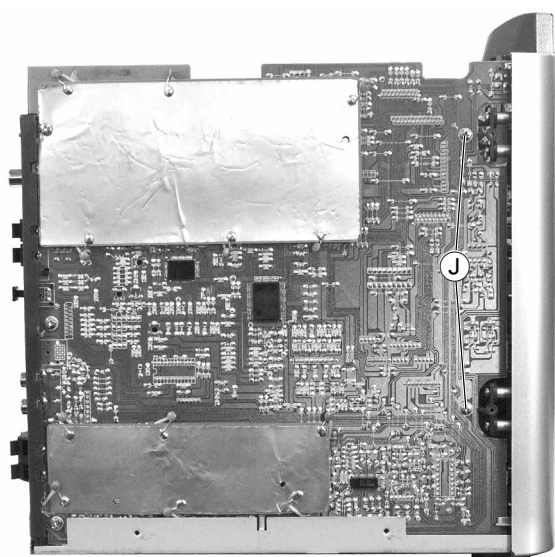

Fig. 9
- 2 Schrauben ⑪ (Fig. 9) herausdrehen.
- Undo 2 screws ⑪ (Fig. 9).